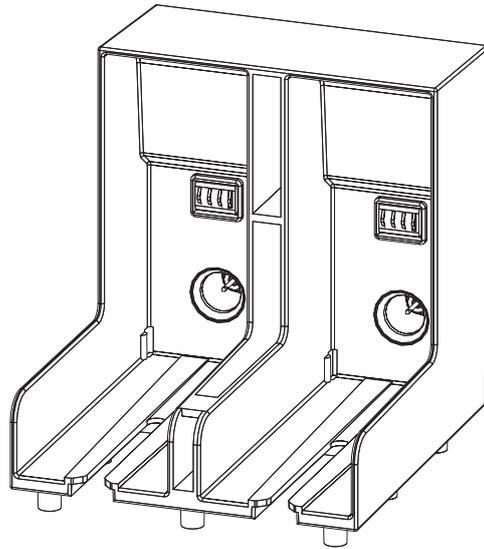

Abbildung 6-3: Kartuschenhalterschlitze
- 5 Bringen Sie die Tintenkartusche in den Tintenkartuschenhalter ein, indem Sie den Führungssteg an dem korrekten Halterschlitz ausrichten (Abbildung 6-3 auf Seite 6-6).